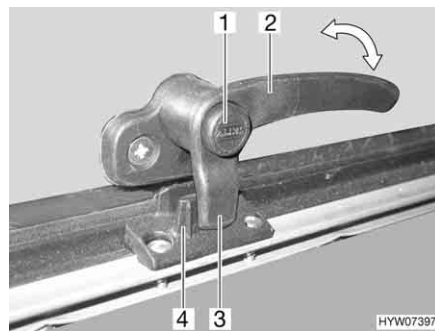
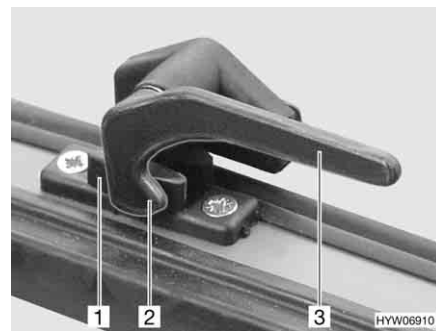

Fig. 51 Palanca de bloqueo con botón de seguridad en la posición de "cerrado"
Fig. 52 Palanca de bloqueo en la posición de "cerrado"
- Si existe, pulsar el botón de seguridad (Fig. 51,1) y mantenerlo pulsado.
- Girar la palanca de bloqueo (Fig. 51,2 ó Fig. 52,3) un cuarto de vuelta hacia la mitad de la ventana.
- Girar la palanca de bloqueo (Fig. 51,2 ó Fig. 52,3) un cuarto de vuelta hacia el marco de la ventana. El saliente de bloqueo (Fig. 51,3 ó Fig. 52,2) de la palanca de bloqueo se encuentra en la cara interior del bloqueo de la ventana (Fig. 51,4 ó Fig. 52,1).
- En la posición "cerrada fijamente" (Fig. 51 y Fig. 52)